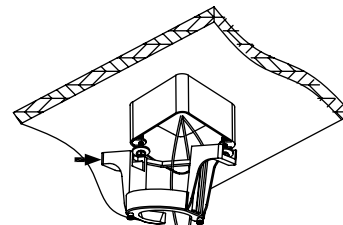

Fig. 6
Étape 2. Alignez les fentes du support de montage avec les vis, et poussez le support de montage sur les vis, puis serrez les vis. (Fig. 6 et 7)